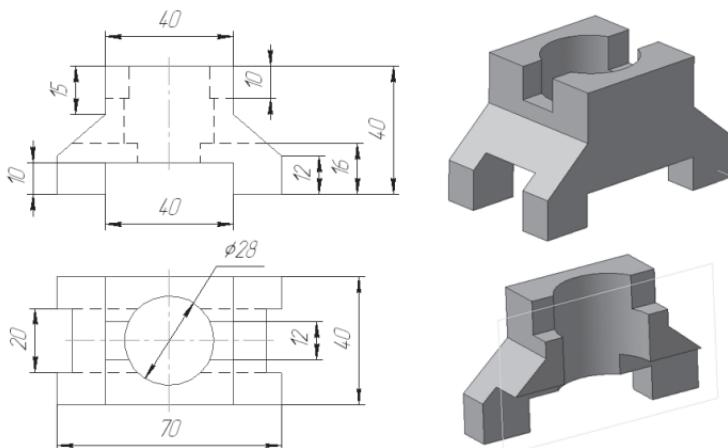

Рис. 236
1. Создайте 3D-модели и выполните отсечение части детали плоскостью и проверьте себя (рис. 234, рис. 235, рис. 236).